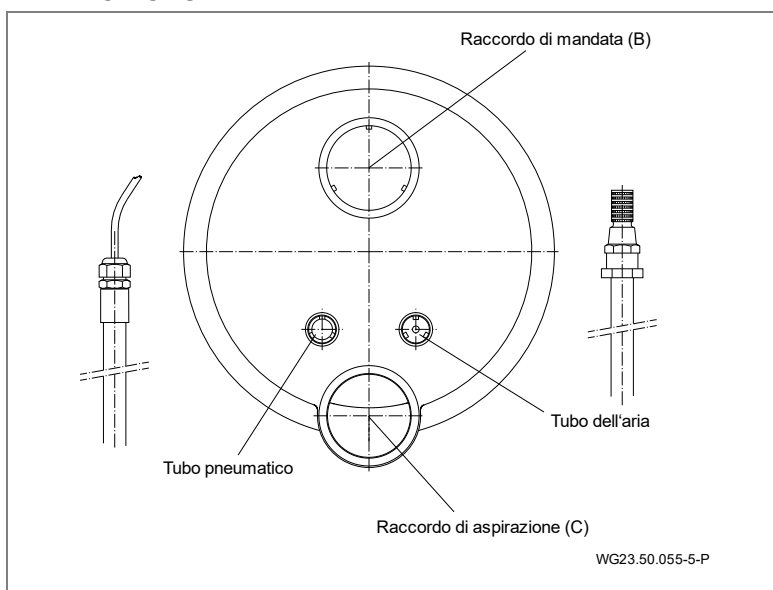

Fig. 15
1. Incollaggio della guaina di protezione cavi e del tubo flessibile convogliatore dell'aria. Vedere "Fig. 15" a pagina 30
2. Applicare l'alloggiamento degli ugelli (102.1) sul corpo da murare (1).
3. Infilare il flessibile pneumatico nella guaina di protezione e chiuderlo a tenuta con il raccordo a vite (20).
4. Fissare il tubo dell'aria con il morsetto (8) al regolatore aria (21) montato da parte del costruttore.
5. Fissare l'alloggiamento degli ugelli (102.1) con quattro viti autofilettanti () al corpo da murare (1).
6. Collegare la pompa Jet (92) con la metà dei raccordi a vite (98, 99, 100), il profilo angolare in gomma (79) e i relativi morsetti (75) sul lato di aspirazione e di mandata al corpo da murare (1).